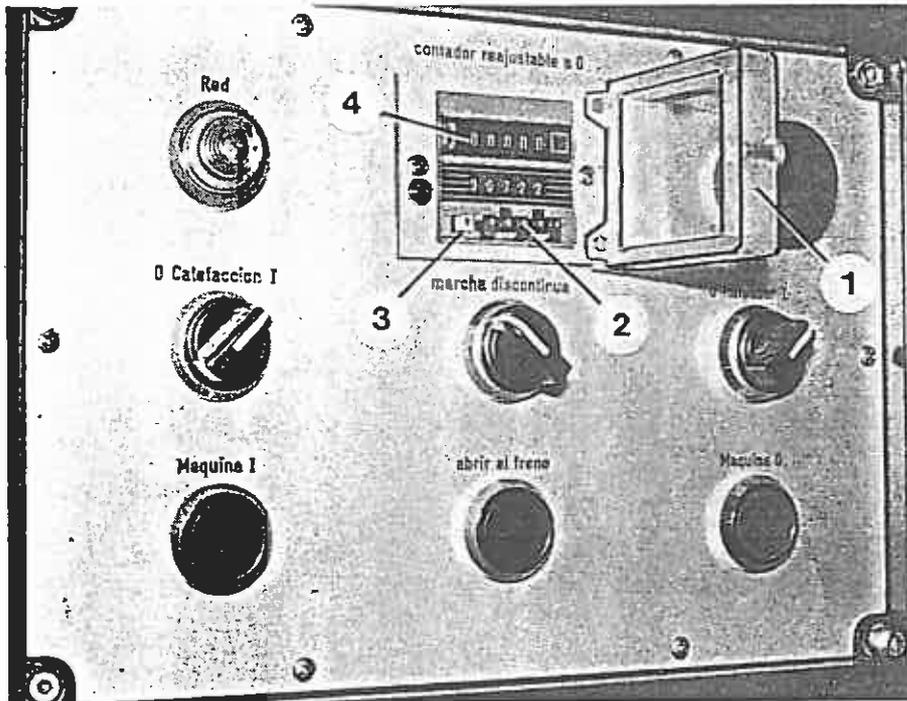

Bild 48
1. Klappe (Bild 48/1) am Zählwerk öffnen.
2. Obere Zahlenreihe (tatsächliche Stückzahl) auf „0“ stellen, dazu Knopf (Bild 48/4) drücken.
3. Die untere Zahlenreihe (vorgegebene Stückzahl) auf die erforderliche Stückzahl einstellen, dazu den Knopf (Bild 48/3) herunterdrücken und festhalten.
4. Den Knopf (Bild 48/2) unter der jeweiligen Zahl so lange eindrücken und wieder loslassen, bis die gewünschte Zahl erscheint. Wenn alle Zahlen eingestellt sind, Knopf (Bild 48/3) wieder loslassen.
5. Klappe (Bild 48/1) schließen.